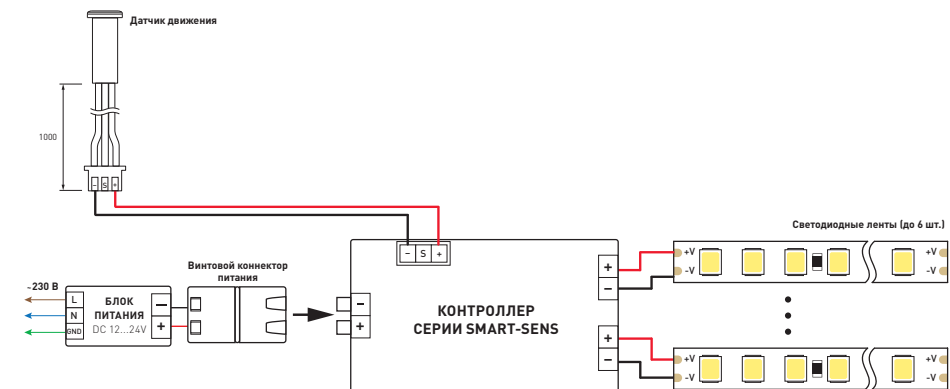

Рис. 2. Схема подключения датчика движения к контроллеру
- 3.4. Подключите датчик движения согласно одной из схем на рис. 2–3.